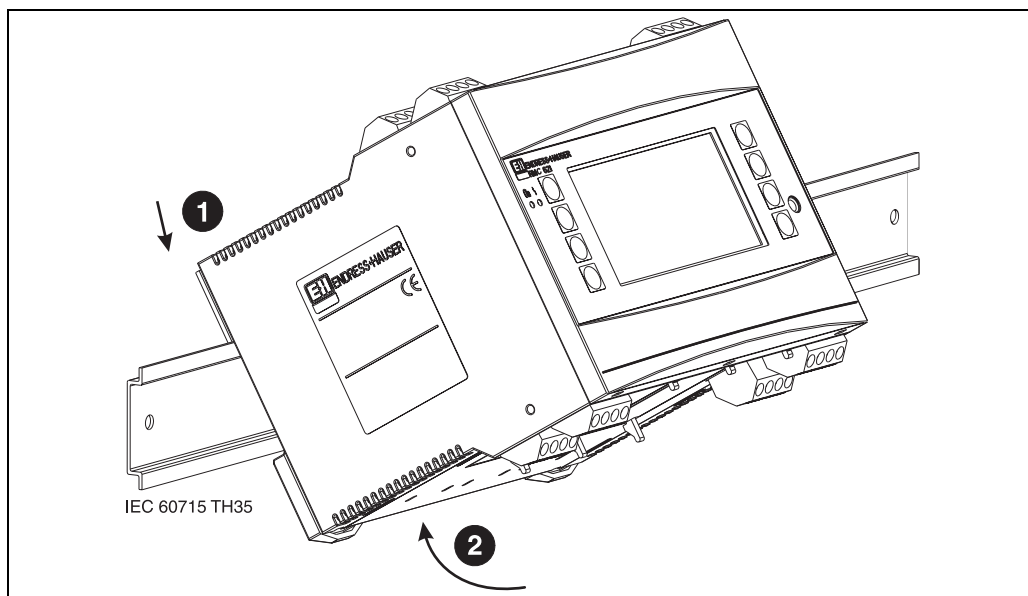

Fig. 4: Montaje de la unidad sobre riel de perfil de sombrero
Extraiga primero los bornes de enchufe de los lugares de conexión de la unidad. Enganche ahora la carcasa sobre el riel de perfil de sombrero, colgando primero la unidad sobre el riel para encastrarlo a continuación ejerciendo presión hacia abajo (v. Fig. 4, pos. 1 y 2).